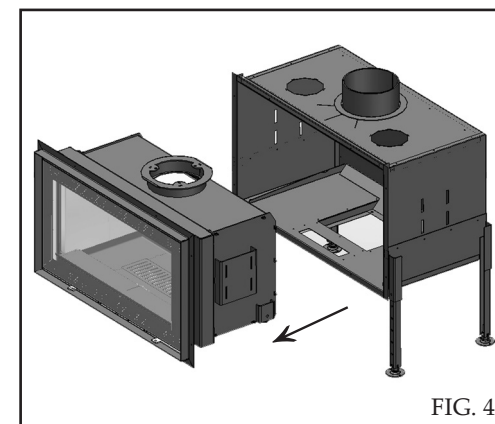

FIG. 4
- De verbrandingskamer uit de buitenmantel uitschuiven (fig.4)
- Faire glisser le corps de chauffe en dehors du caisson métallique (FIG.4)